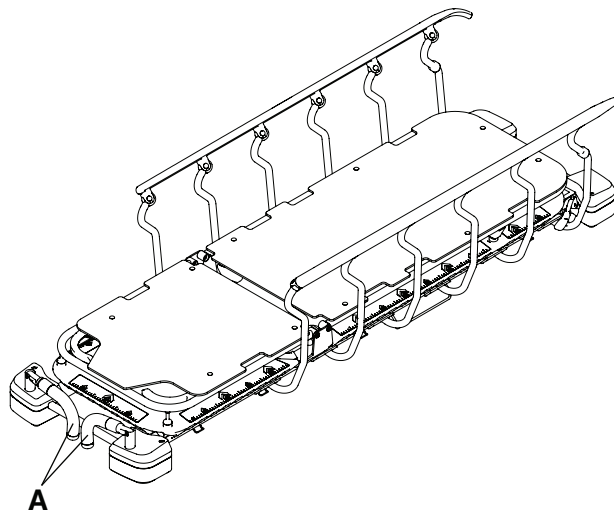

Figura 8 – Ripiegamento delle maniglie di spinta del lato testa
4. Eseguire queste operazioni in senso inverso per ripiegare le maniglie di spinta del lato testa (A) (Figura 8).